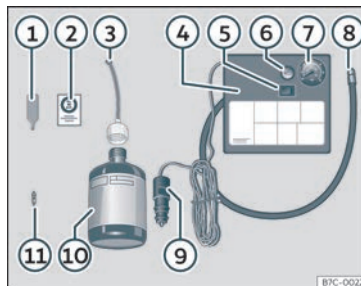

Fig. 30 Representació estàndard: contingut del joc antipunxades.
»» **fig. 30:**
»» **fig. 30 ①** per extreure l'obús. Poseu-lo en una superfície neta.
- Sacsegeu amb força l'ampolla de segellador de pneumàtics »» **fig. 30 ⑩**.
- Enrosqueu el tub d'inflament »» **fig. 30 ③** a l'ampolla de segellador. El precinte de l'ampolla es trencarà automàticament.
- Traieu el tap del tub d'ompliment »» **fig. 30 ③** i caragoleu l'extrem obert del tub a la vàlvula del pneumàtic.
»» **fig. 30 ①** a la vàlvula del pneumàtic.
- Enrosqueu el tub d'inflament del pneumàtic del compressor »» **fig. 30 ⑧** a la vàlvula del pneumàtic.
- Comproveu que el caragol d'evacuació d'aire està tancat »» **fig. 30 ⑥**.
- Fixeu el connector »» **fig. 30 ⑨** a la presa de corrent de 12 volts del vehicle
- Connecteu el compressor d'aire amb commutador ON/OFF »» **fig. 30 ⑤**.
- Enganxeu l'adhesiu »» **fig. 30 ②** al quadre d'instruments, dins del camp visual del conductor.
Torneu a enroscar el tub d'inflament » fig. 30 ⑤ i comproveu la pressió en el manòmetre ⑥.